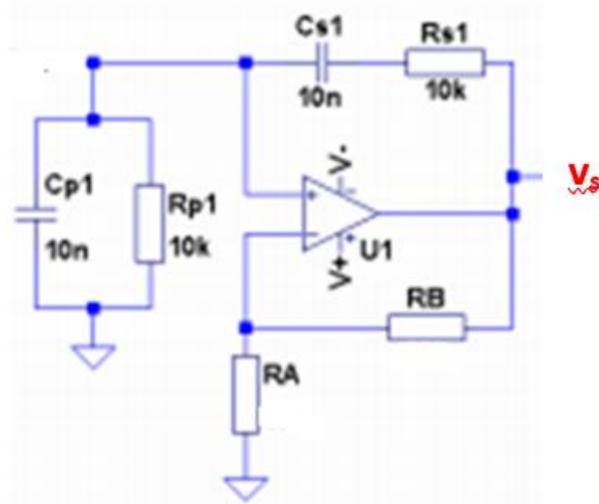

Fig. 5.2 - Oscilador com Ponte de Wien sem CAG
a) No circuito da Fig. 5.2 observe o sinal em  $v_s$ , durante um intervalo de tempo de 5ms, para os valores de  $R_A$  e  $R_B$  mostrados na Tabela 1. Utilize o comando uic do LTSpice para simular a energização do circuito quando é ligado.